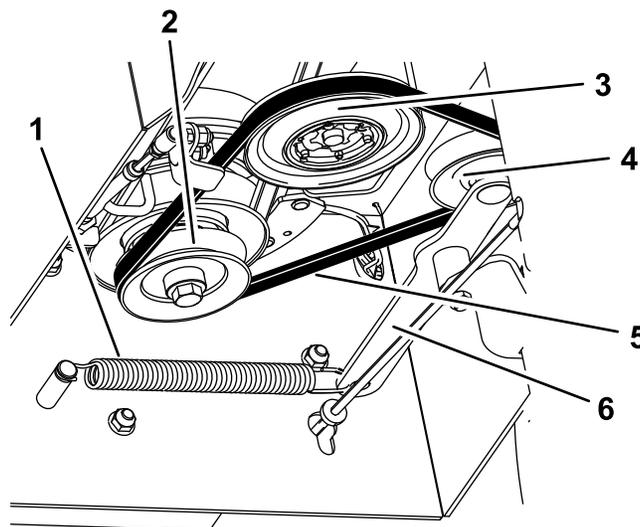

Bild 31
4. Entfernen Sie die Verlängerungsfeder vom Spannarm (Bild 31).
6. Legen Sie den neuen Getrieberiemens um die Kupplungs-, Getriebe- und Spannriemenscheibe (Bild 31).